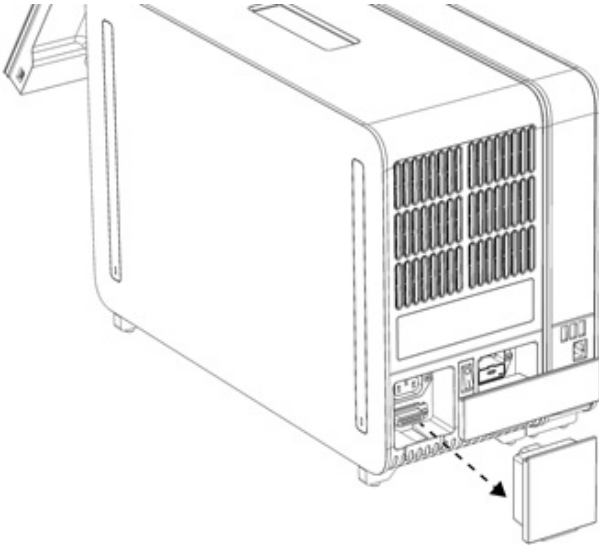

Рис. 12. Знімання заглушки.
- 1д. Вийміть заглушку на задній панелі аналітичного модуля (рис. 12).